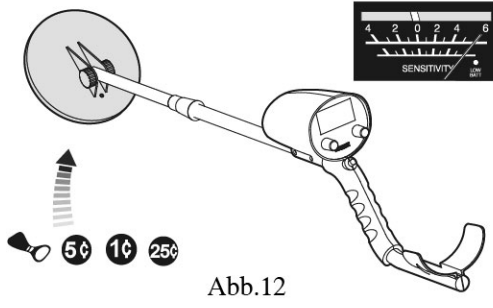

Abb.12
- Nähern Sie sich mit der Suchspule anderen eisenfreien Gegenständen. Der Messzeiger schlägt nach rechts aus und der Ton nimmt an Stärke zu. (Abb. 12)